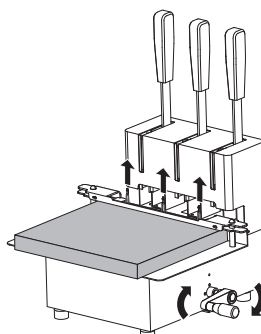

图6
7. 手摇送线手柄利用顶针将棉线通过打好的孔顶出，并缩回顶针。（图6）